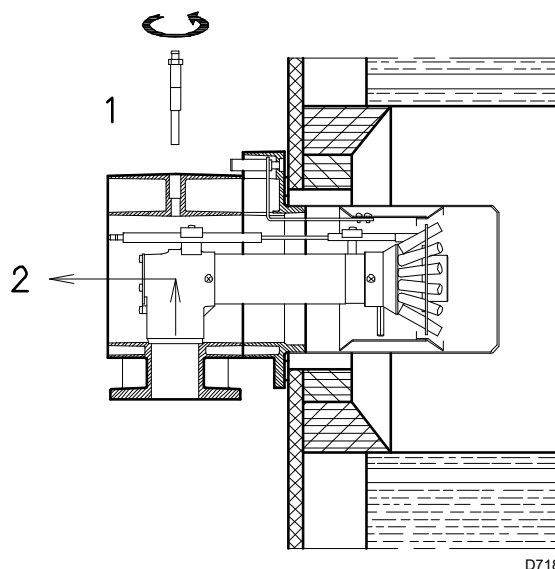

Fig. 12
Per accedere alla parte interna della testa di combustione (Fig. 12) procedere come segue:
- togliere la vite 1)(Fig. 12);
- estrarre la parte interna 2)(Fig. 12) della testa e provvedere alla loro taratura.
A questo punto dell'installazione la testa di combustione è fissata alla caldaia come in Fig. 12.